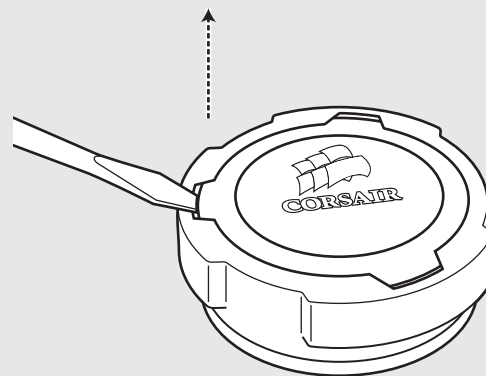

figure 1
- To replace the colored accent ring, use a small flathead screwdriver to pry out the default metallic grey ring at three corners, located as shown in figure 1.
- Pour remplacer l'anneau de couleur, utilisez un petit tournevis plat afin de retirer l'anneau gris métallisé d'origine au niveau des trois coins, indiqués sur la figure 1.
- Zum Auswechseln der farbigen Einfassung hebeln Sie die vorinstallierte metallisgraue Einfassung mit einem kleinen Flachschrabenzieher an den drei in Abbildung 1 gezeigten Punkten aus.
- Чтобы заменить цветное кольцо, используйте маленькую отвертку с плоской головкой для удаления стандартного серого кольца в трех точках, как показано на Рис. 1.